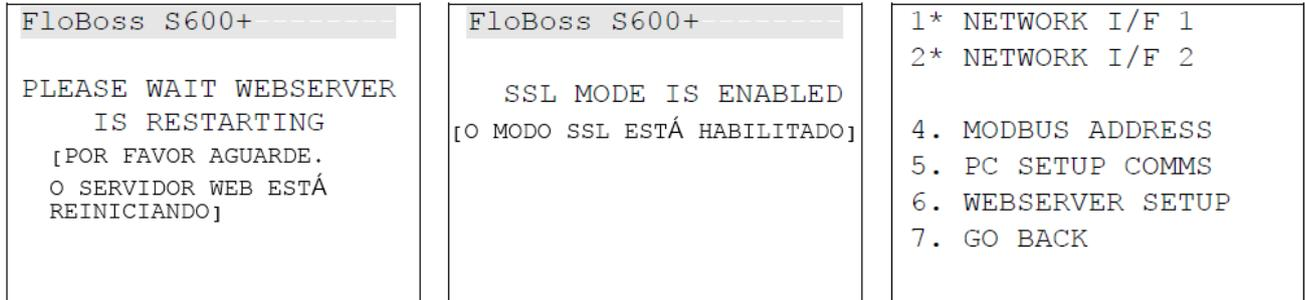

Figura 5-21. Ativando a Codificação
- Para habilitar a codificação, selecione o número **1**. O S600+ reinicia o servidor web, exibe uma mensagem confirmando a nova configuração, e então exibe o menu do *Configuração da Rede de Trabalho* (veja a *Figura 5-21*).